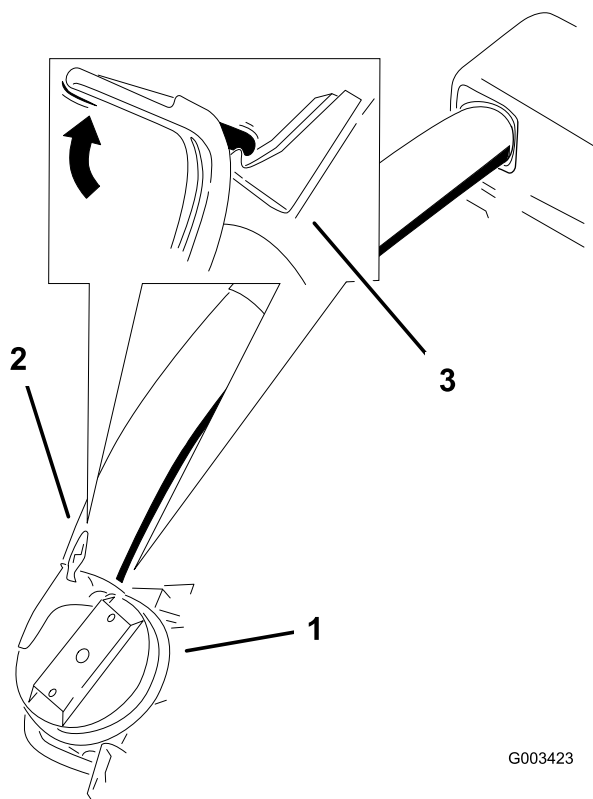

Figure 17
8. Glissez le tube inférieur sur l'adaptateur et verrouillez-les ensemble (Figure 17).